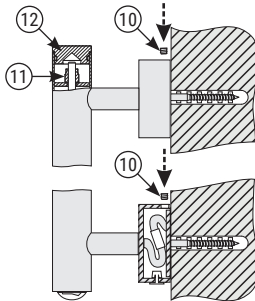

Рис.5
- 4.16. Прижать до упора весь ЭПС к стене и с усилием зафиксировать стопорные винты в кронштейнах и в корпусе коробки (**рис. 5**).
- 4.17. В конструкции изделий предусмотрена возможность подтяжки поворотных секций между собой, т.к. в процессе эксплуатации возможен естественный износ элементов. Для этого необходимо извлечь из верхнего торца декоративную заглушку и повернуть гайку по часовой стрелке с небольшим усилием (**рис. 5**).